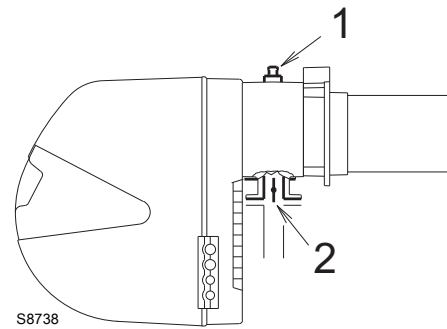

图 27
测试点 1)(图 27) 处测得的燃气压力，此时：
燃气蝶阀 2)(图 27) 处的压力损失，此时蝶阀最大开启角度为：90°。
- 用测试点 1)(图 27) 测得的燃气压力减去炉膛压力。
测试点 1)(图 27) 处燃气压力 = 12.8 mbar
了解测试点 1) (图 27) 处所需燃气压力，将燃烧器以最大出力运行：
- 读出右边栏 1 所示插座压力 1) (图 27)。
测试点 1)(图 27) 处压力。